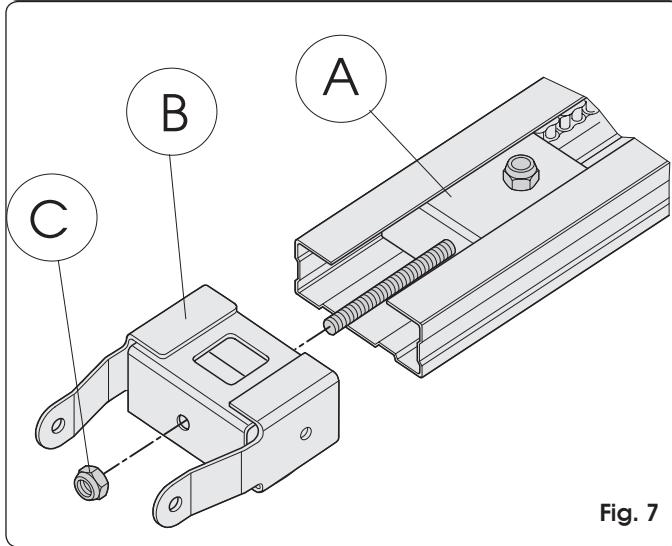

Fig. 7
- Fare scorrere lungo tutta la guida di scorrimento il gruppo di rinvio (Fig. 7 rif. A) fino a portarlo in prossimità del terminale anteriore, quello opposto al gruppo innesto trazione.
- Assemblare l'attacco anteriore (Fig. 7 rif. B) al gruppo di rinvio (Fig. 7 rif. A).
- Mettere leggermente in tensione la catena avvitando il dado (Fig. 7 rif. C).